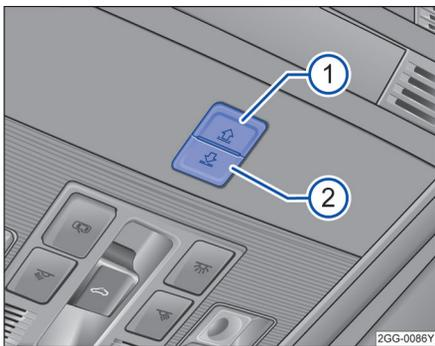

图 62 在顶篷中：遮阳卷帘的按钮。
按钮→图 62 ① 和 ② 设有 2 档位置。1 档位置：可完全或部分打开或关闭遮阳卷帘。
功能	操作方法→图 62